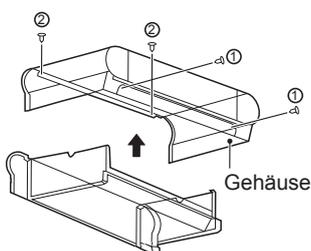

Abb. 4-6
c) Entfernen Sie, wie in Abbildung 4-6 gezeigt, die Schrauben ①*2 und ②*2 und dann das Gehäuse.